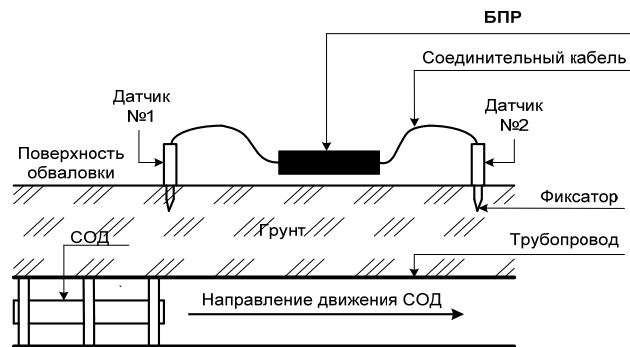
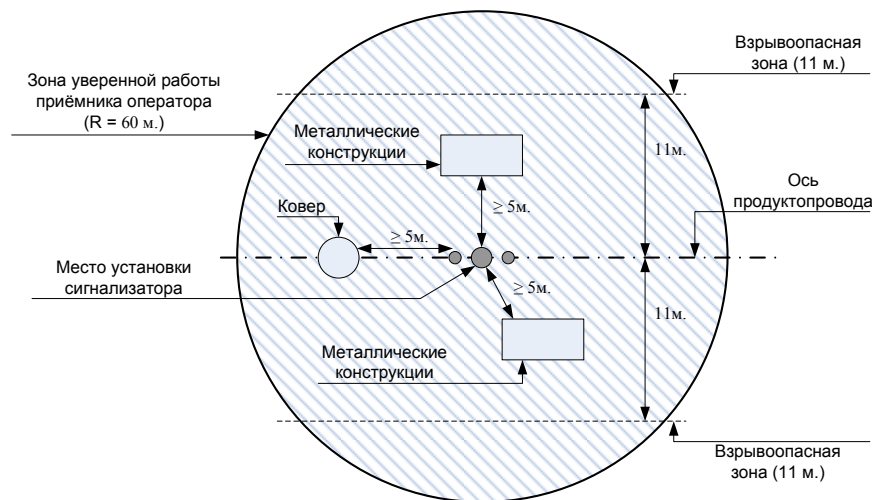

Рис. 9 Схема установки переносного сигнализатора «Репер-3В».
Рис. 10 Схема установки переносного сигнализатора «Репер-3В» относительно коверов и других металлических конструкций.
2.3.2 Установить сигнализатор на поверхность обваловки, непосредственно на ось трубопровода, как показано на Рис. 9. Сигнализатор устанавливать на расстояние не менее 5 метров от коверов и других металлических конструкций, как показано на Рис. 10. Разнести вдоль оси трубопровода датчики на длину кабеля один влево другой вправо от БПР. **Датчик № 1** поставить первым на встречу движения СОД. Номера датчиков указаны на передней панели БПР. Зафиксировать датчики вертикально, путем погружения фиксаторов в грунт. После установки датчиков, для обеспечения корректной работы сигнализатора, необходимо выполнить следующие рекомендации: